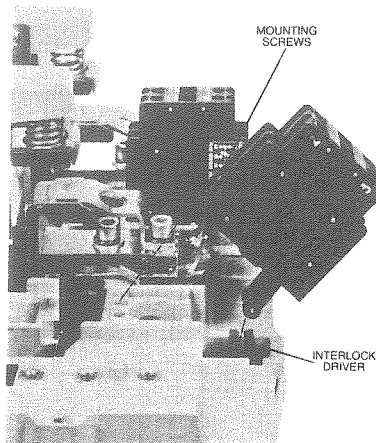

FIG. 6
**AUXILIARY INTERLOCKS (Fig. 6)**